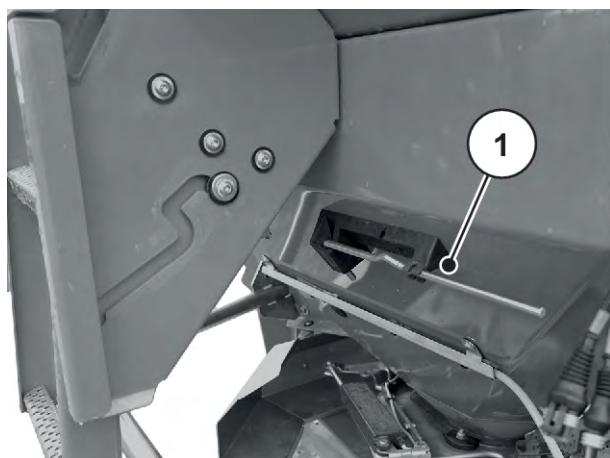

Fig. 26: Plassering av innstillingsspaken AXIS xx.2
- ▶ Legg innstillingssspaken tilbake i den tiltenkte holderen. Se *Fig. 26 Plassering av innstillingsspaken AXIS xx.2*